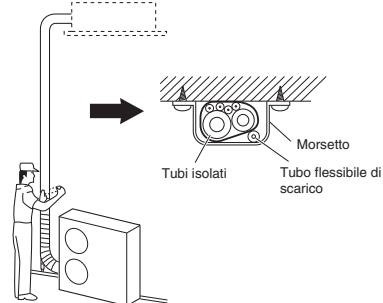

Fig. 5-8
- (1) A questo punto i tubi del refrigerante (e di cavi dell'impianto elettrico, se legalmente possibile) devono venire nastrati con nastro armato in 1 solo fascio. Per prevenire la formazione di condensa dovuta al trabocco della coppa di scarico, tenere separati il tubo di scarico e quello del refrigerante.
- (2) Avvolgere il nastro armato dal fondo dell'unità esterna alla cima di quella esterna dove penetra nella parete. Quando si avvolge il tubo, mettere metà della spira precedente sotto quella successiva.
- (3) Fissare il fascio dei tubi al muro usando una fascetta ogni metro circa. (Fig. 5-8)